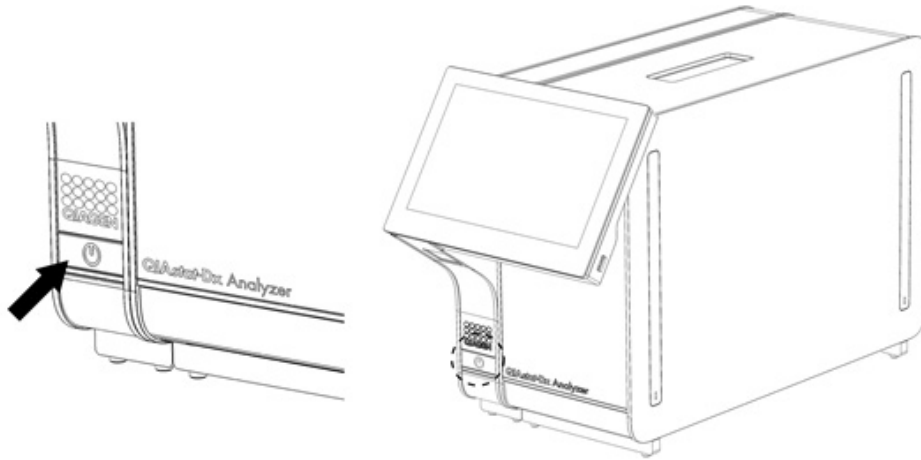

图 22 按下开机按钮启动仪器。
1. 按下 QIAstat-Dx Analyzer 1.0 前侧的开机按钮启动装置（图 22）。